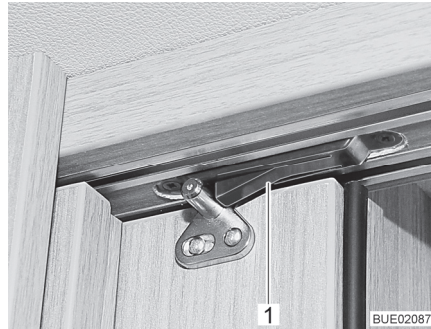

Fig. 15 Fermo con molla
- Spingere indietro la parte supplementare fino a fare innestare la molla (Fig. 15,1).